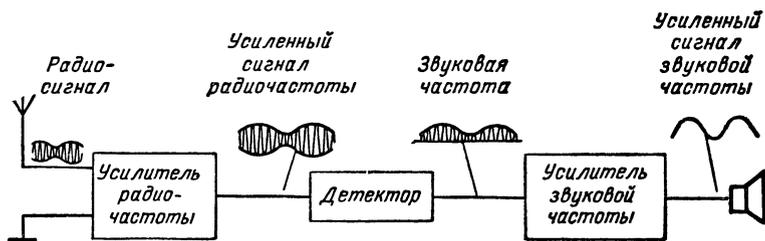

Рис. VI.100. Блок-схема, иллюстрирующая использование усилителя высокой частоты в радиоприемнике.
**Усилители радиочастоты.** Чтобы усилить радиосигналы, прежде чем они достигнут детектора, используется усилитель радиочастоты. По принципу действия он очень похож на усилитель звуковой частоты и отличается лишь тем, что он усиливает высокочастотные радиосигналы, а не низкочастотные звуковые сигналы (рис. VI.100). Для связи усилителей высокой частоты между собой обычно используют трансформаторы. Эти трансформаторы состоят из катушек, подобных катушкам, используемым для настройки детекторного каскада.